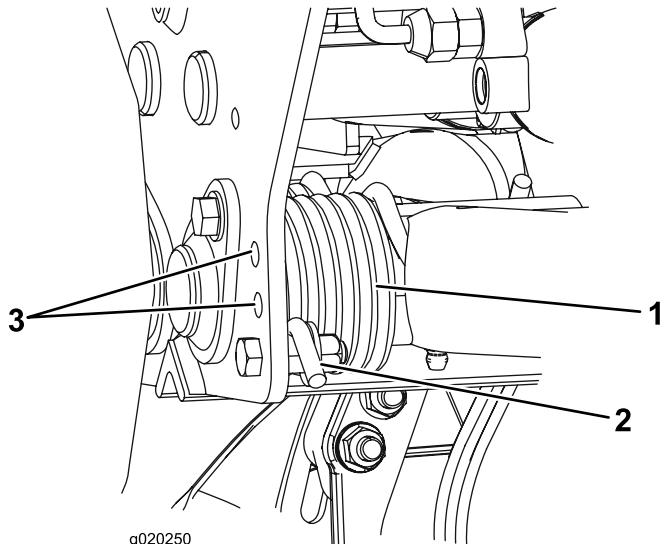

Figura 33
- Coloque un tubo u otro objeto similar sobre el extremo largo del muelle para aliviar la tensión durante el ajuste (Figura 33).
- Para aliviar la tensión del muelle, retire el perno y la contratuerca que sujetan el actuador del muelle al soporte (Figura 33).